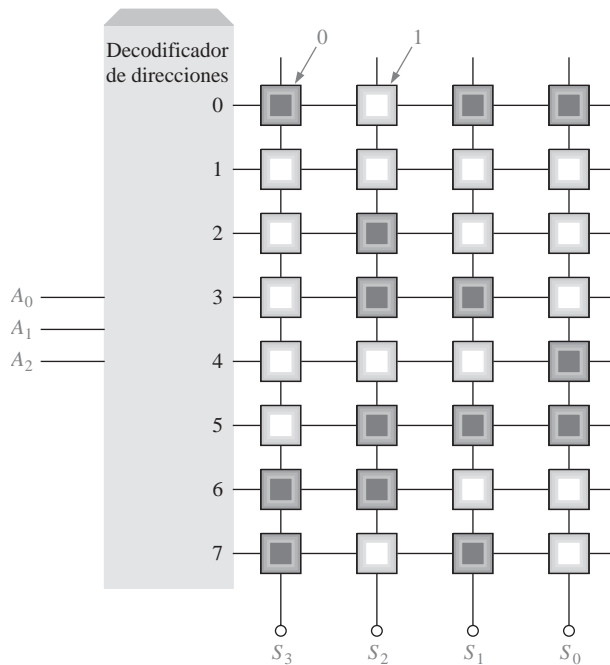

FIGURA 10.82
12. Determinar la tabla de verdad de la ROM de la Figura 10.82.